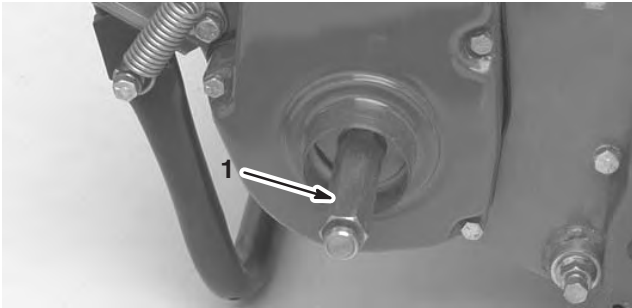

Bild 4
3. Drehen Sie die rechte Radmutter in die Antriebsscheibe rechts auf der Maschine (Bild 4).